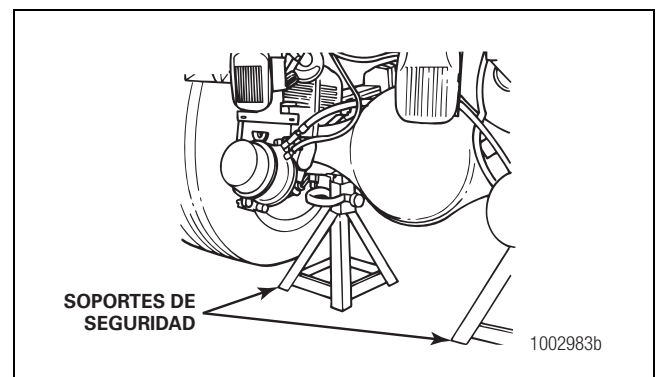

Figura 3.4
1. Estacione el vehículo sobre una superficie plana. Bloquee las ruedas para evitar que se mueva el vehículo. Figura 3.4.
2. Use un gato u otra herramienta de levantamiento para elevar el vehículo, de manera que las ruedas a las cuales se va a dar servicio queden separadas del piso. Apoye el vehículo sobre soportes seguros. Figura 3.4.